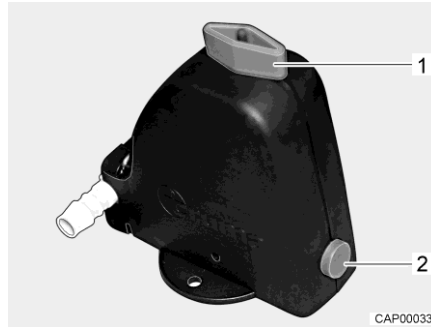
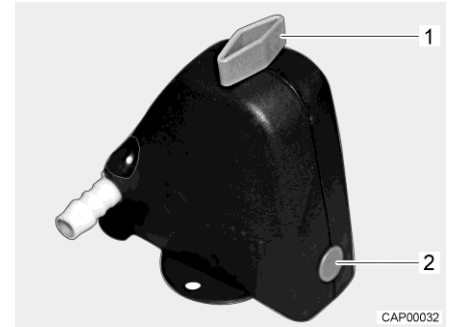

Bild 132 Sicherheits-/Ablassventil geöffnet
Bild 133 Sicherheits-/Ablassventil geschlossen
- Sicherheits-/Ablassventil schließen. Dazu Drehknopf (Bild 132,1) quer zum Sicherheits-/Ablassventil drehen und Druckknopf (Bild 132,2) hindrücken. Das geschlossene Sicherheits-/Ablassventil ist in Bild 133 dargestellt. Bei Temperaturen unter 6 °C lässt sich das Sicherheits-/Ablassventil nicht schließen.